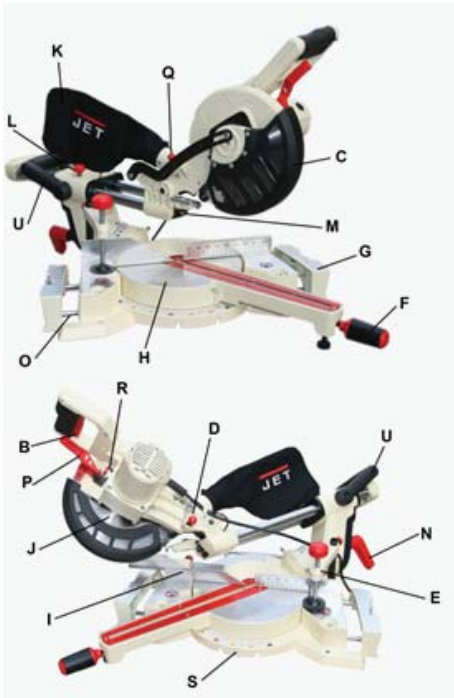

Рис. 1
- Мішок (К, Рис. 1) призначений для збору пилу. Мішок можна приєднати на шуццер у задній частині верстата.
- Пилка постачається із зафіксованою пиляльною частиною. Аби розблокувати, витягніть фіксатор (D, Рис. 1), при цьому натиснувши на саму пиляльну частину.
- Пересуньте затиск (Р, Рис. 1) у бік та за допомогою ручки повільно натисніть на пиляльну частину униз.
- Послабте фіксатор пересування каретки (L, Рис. 1).
- Використовуйте притиск заготовки (Е, Рис. 1).